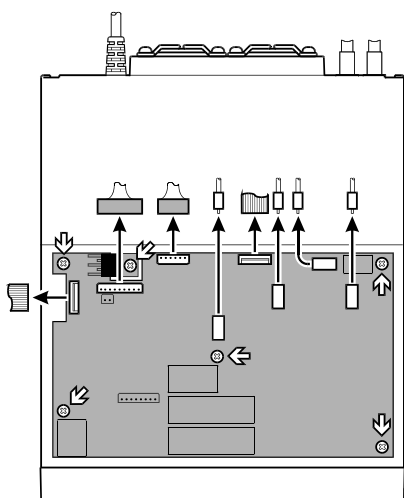

Figura 3
6. Pliegue el tablero de circuitos hacia adelante, como se ilustra en la Figura 3 y suelde en él los alfileres de contacto del o los filtros que esté instalando. Corte los alambres que estén muy largos.
7. Doble el tablero de circuitos para colocarlo de vuelta a su posición normal. Ponga nuevamente los seis tornillos de montaje en el transceptor, junto con los cuatro cables coaxiales y los dos cordones planos. Tenga especial cuidado de observar correctamente la codificación de colores de los cables coaxiales, según se ilustra en la Figura 3.